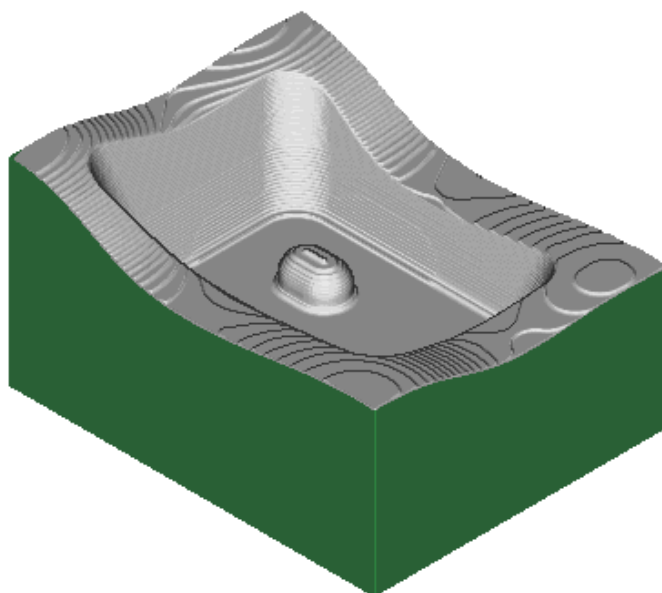

图 5-40
- 单击  验证刀轨，单击 **Compare** 比较，显示如图 5-40 所示的加工结果：由于刀具尺寸较大，仍有部分区域未切削到，单击 **OK** 回到操作对话框，再单击 **OK** 保存操作。